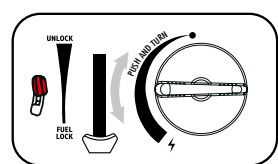

fig. 5
7. Ställ in reglaget till önskat läge (fig.5) Ställ aldrig patronspaken (6) i läget "UNLOCK" under användning!